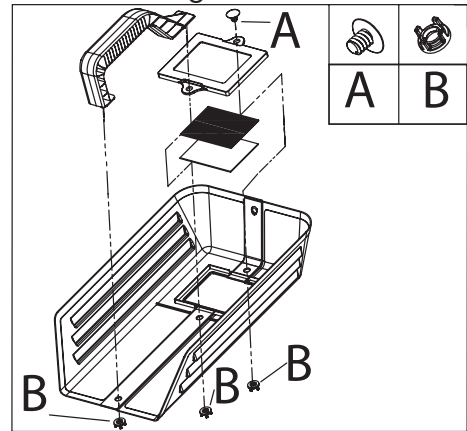

Fig.2
- Zusammensetzen des Gesichtsschutzschildes (ABB.2). Zunächst den Plastikschutzschild in die dafür vorgesehene Öffnung stecken und mit den beiden Arretierschrauben befestigen. Den Griff im Schlitz des Schutzschildes befestigen, kräftig andrücken und um 90° drehen, bis er die Öffnung im Schutzschild erreicht.
- Bei nicht wiederverwendbaren Gasflaschen (S) ist die Plastikschrutkappe vom oberen Gewindeanschluß zu entfernen. Schrauben Sie dort nun den Gasdruckminderer (T) im Uhrzeigersinn fest (aber nicht zu fest).
- Stecken Sie nun den Kunststoffschlauch (Abb. 2, Q) in den Minderer (indem Sie ihn über die ganze Länge hineinschieben). Anmerkung: Zum Lösen des Gasschlauches vom Minderer einfach den Ring (U) zurückschieben und ziehen. Der Druckregler bei nicht wiederaufladbaren Flaschen besteht aus einer Nadel, einstellbar durch einen Knopf, der über einer Meßskala von 0 bis 6 angebracht ist und das Flaschenventil beeinflusst. Wird der Knopf in die Null-Stellung gedreht, fließt kein Gas; Vor Beginn der Schweißarbeiten bringen Sie den Knopf in Position 3 oder 4: Der Gasdurchfluß beträgt hier 2-3 Liter pro Minute. Um jede Gasflasche bestmöglich zu nutzen, halten Sie stets einen Mindest-Gasdurchfluß aufrecht (2 - 3 Liter pro Minute), der für einwandfreie, nicht poröse Schweißstellen ausreicht. Der Druckminderer ist mit einem Sicherheitsventil versehen, das automatisch bei Druckschwankungen in Funktion tritt.
- Bei wiederverwendbaren Flaschen stecken Sie den Plastikschrutk (Q) in einen Adapter für große Gasflaschen (V). Verbinden Sie das äußere Adapterende mit einem 6mm (1/4") dicken Gasschlauch, den sie an den Ausgang des manometrischen, auf die aufladbare Flasche geschraubten Druckreglers anschließen. Letzterer dient der Kontrolle des Gasdurchflusses, der bei 2 - 3 Litern pro Minute liegen sollte.